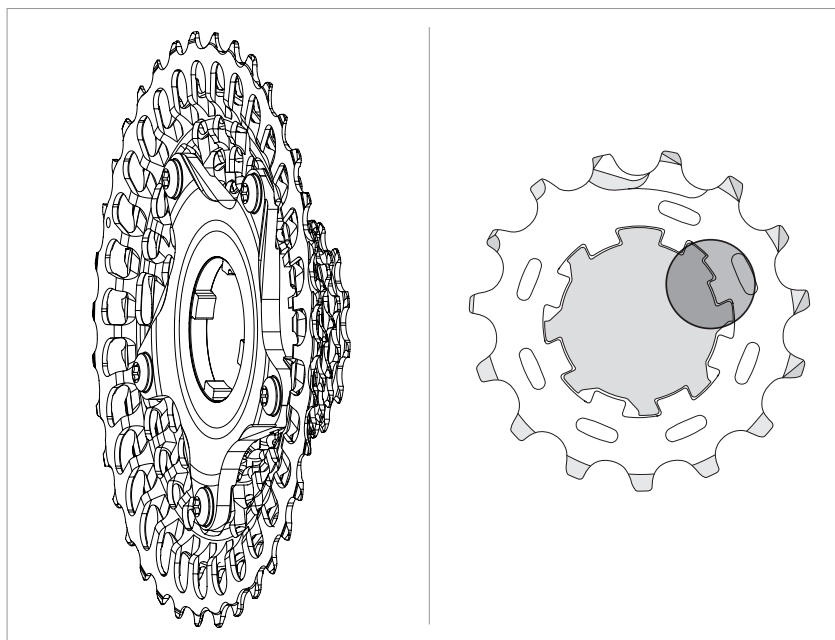

Abb.2
• Setzen Sie die größeren Ritzel auf dem Freilaufkörper ein, wobei das Profil der beiden Nute übereinstimmen muss (Abb. 2). Durch das Profil des Freilaufkörpers mit zwei asymmetrischen Nuten (Abb. 2) erfolgt die Phasenverstellung der Ritzel automatisch, da es nur eine Montagemöglichkeit gibt.